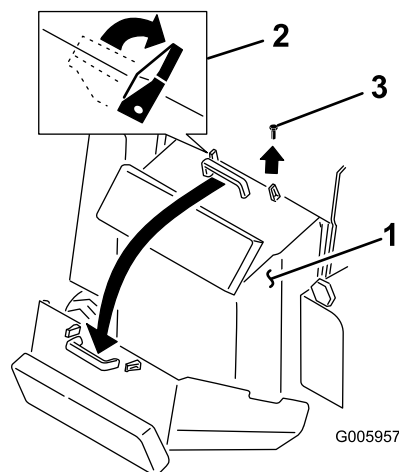

Figura 23
3. Rilasciate le due alette di bloccaggio situate sopra il portello di accesso posteriore (Figura 23).
4. Togliete il bullone situato accanto all'aletta di bloccaggio destra (Figura 23).
5. Afferrate la maniglia ed aprite il portello alzandolo e tirandolo indietro (Figura 23).